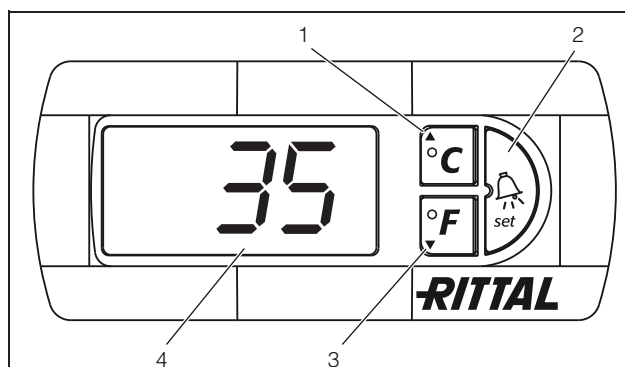

Fig. 21 : Affichage de la température intérieure et des défauts du régulateur e-Confort
Le régulateur e-Confort dispose d'un affichage à 7 segments (fig. 21, n° 4). Après la mise sous tension, il commence par afficher la version actuelle du logiciel pendant env. 2 secondes. En fonctionnement normal, il assure l'affichage de la température (en degrés Celsius ou en degrés Fahrenheit par commutation) et l'affichage des défauts.
La programmation de l'appareil se fait à l'aide des touches 1 – 3 (fig. 21). Les paramètres correspondants sont également visualisés sur l'afficheur.
- Appuyer simultanément sur les touches 1 et 2 (fig. 21) pendant au moins 5 secondes.
Les touches 1, 2 et 3 (fig. 21) vous permettent de modifier les paramètres à l'intérieur des plages définies (valeurs limites minimales et maximales). Les tableaux 8 et 9 indiquent quels sont les paramètres modifiables. La fig. 25 de la page 20 indique les touches que vous devez actionner.
Le mode Eco sert à économiser l'énergie de l'échangeur thermique air/eau en cas de charge thermique inexistante ou minime (ex : mode attente, aucune production ou week-end). Lorsque la température intérieure de l'armoire électrique est inférieure de 10 K à la température de consigne, le ventilateur de l'évaporateur (dans le circuit interne) est mis hors tension. Afin de mesurer de manière fiable la température intérieure de l'armoire électrique, le ventilateur fonctionne néanmoins 30 secondes toutes les 10 minutes (voir fig. 21). Dès que la température intérieure atteint à nouveau une valeur de moins de 5 K par rapport à la température de consigne, le ventilateur se met à nouveau en marche de manière permanente. Si on le souhaite, le mode Eco peut être désactivé via l'afficheur. Pour cela, il faut remplacer dans le niveau de programmation le paramètre 1 par 0 (voir tableau 7, page 18). Le ventilateur fonctionnera alors en service permanent.